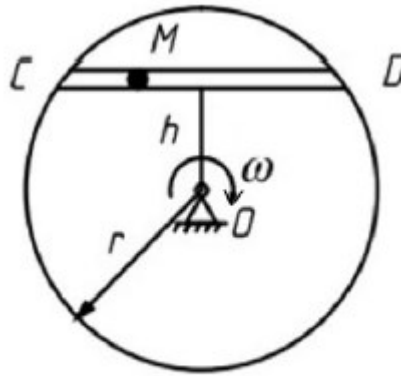

Рис. 2.2
2. Диск радиусом $r=32$ см вращается с постоянной угловой скоростью $\omega=2$ рад/сек вокруг оси, перпендикулярной к плоскости диска и проходящей через его центр. По прямолинейному пазу CD движется ползун M по закону $s=CM=2\sqrt{3}t^2$ (s – в см, t – в сек); расстояние паза от центра диска $h=16$ см (рис. 2.2). В момент, когда ползун достигает конца D паза, определить: 1) абсолютную скорость ползуна; 2) его абсолютное ускорение.